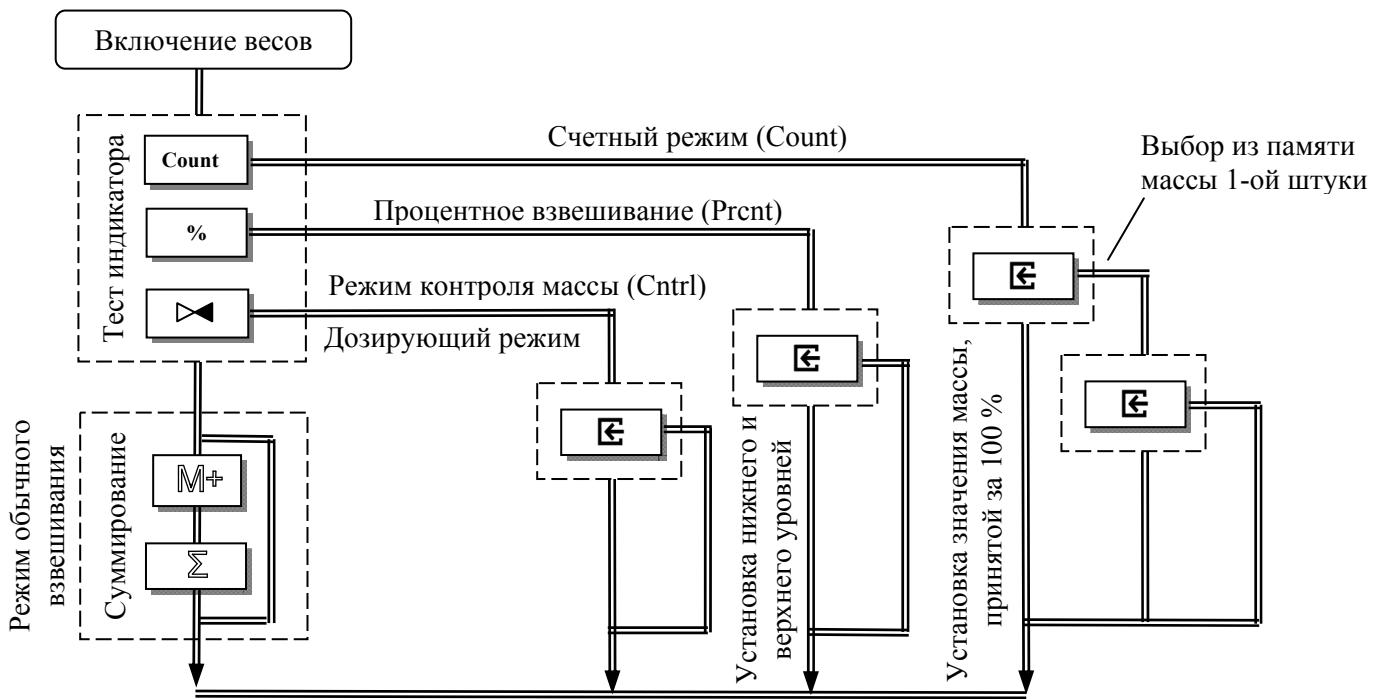

Рис. 7.1 - Диаграмма использования клавиатуры весов
- Диаграмма управления весами при выборе режимов приведена на Рис. 7.1.
Выбор режима работы осуществляется в момент прохождения теста индикатора после включения питания весов нажатием и удержанием около 3-х секунд одной из 3-х кнопок (Рис. 7.1) до появления на индикаторе сообщения, соответствующего выбранному режиму: